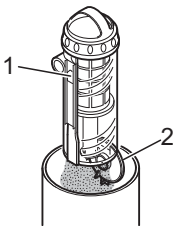

Abb. 18
3. Drücken Sie die Entriegelungstaste (Abb. 18/1). Der Boden öffnet sich (Abb. 18/2) und der Staub fällt in den Mülleimer.